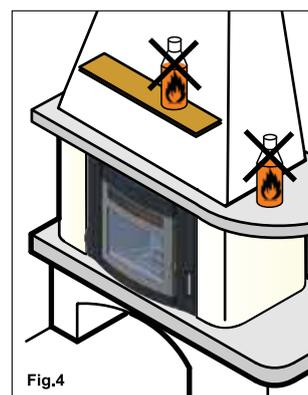

Fig.4
- **NON lasciare MAI** prodotti infiammabili nelle vicinanze del caminetto, onde evitare incendi e/o esplosioni (fig.4).